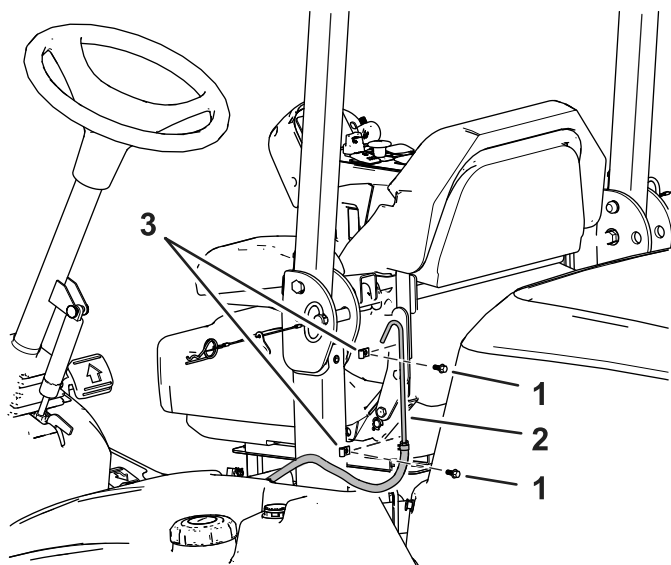

Рисунок 6
- 9. Снимите R-образные хомуты с защитной дуги, которые крепят вентиляционные трубки (Рисунок 6).
- 11. Установите R-образные хомуты обратно на защитную дугу без вентиляционных трубок (Рисунок 6).